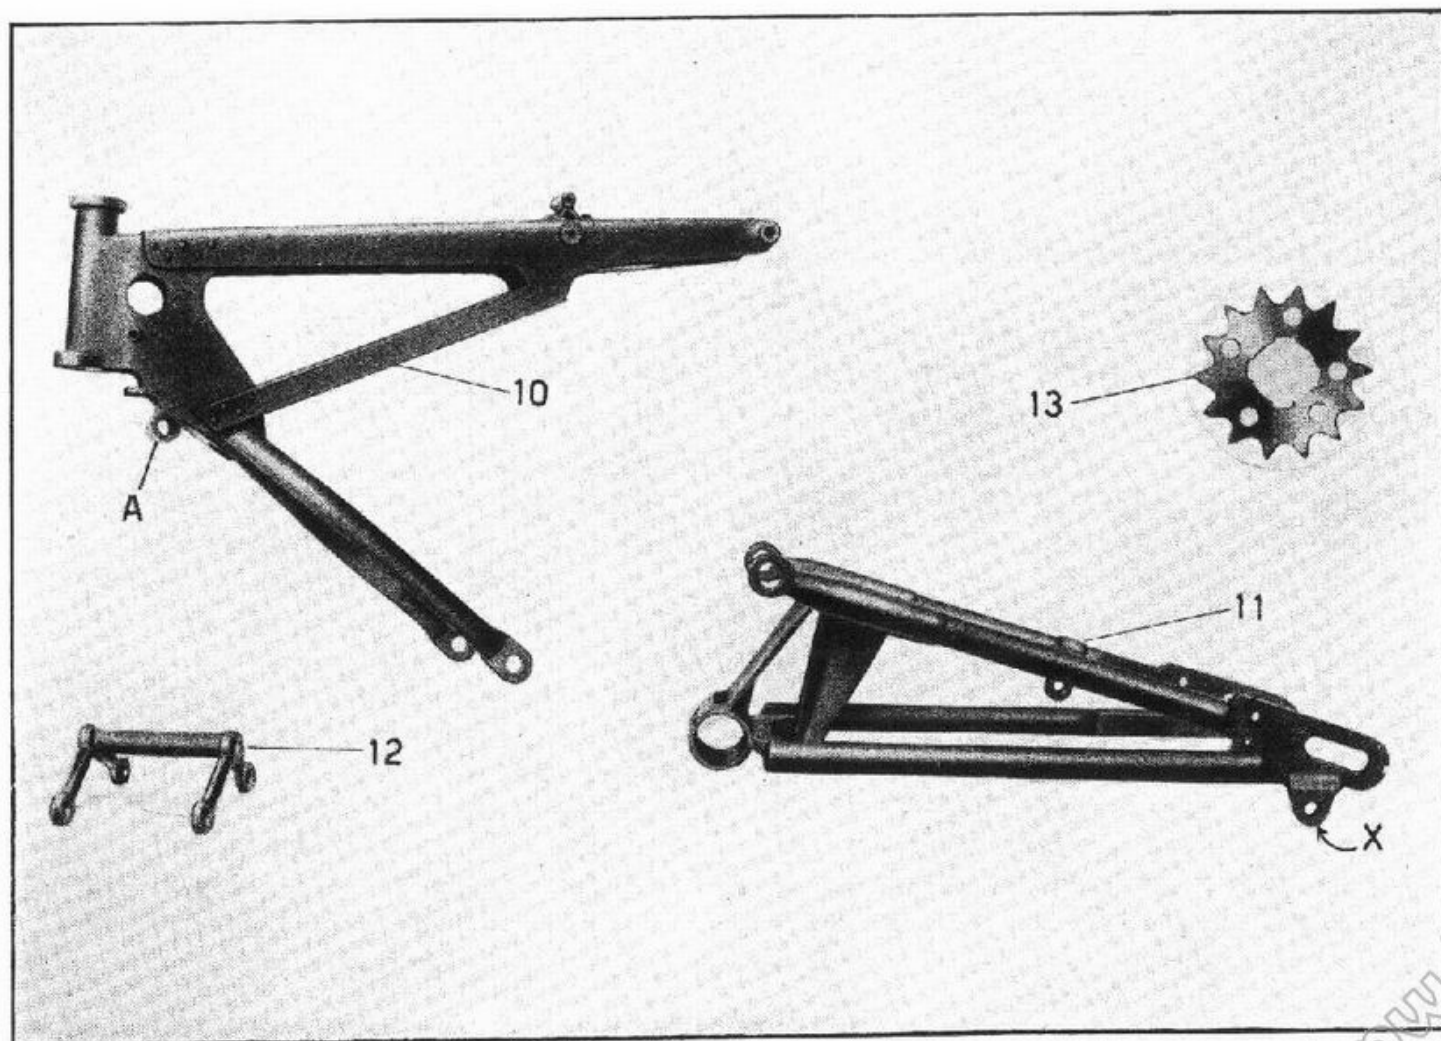

Fig. 6 - Pezzi speciali per moto biposto Alce destinati all'impiego con carrozino
1) Il rapporto di trasmissione deve essere ridotto nella proporzione 14/15 e pertanto il pignone della catena, che nell'Alce Biposto è di 15 denti, viene sostituito dal pignone di 14 denti, 13, (fig. 6).
2) La genoliera superiore della forcella anteriore viene sostituita colla genoliera 12 (*fig. 6*) che ha bracci più corti. E ciò allo scopo di diminuire la cosiddetta « avancorsa » per rendere più agevole e sicura la guida alla motocicletta con carrozzino.
3) Il triangolo superiore del telaio 10 (*fig. 6*) è speciale e porta saldato sotto alla pipa di sterzo, l'occhio per l'attacco anteriore del carrozzino in A.
4) Il forcellone oscillante posteriore è sostituito con altro forcellone 11 (*fig. 6*) rinforzato nel piastrone anteriore e portante sul lato di sinistra (presso il tiracatena) una orecchia forata X. Questa orecchia serve per l'attacco della barra di torsione più avanti descritta.